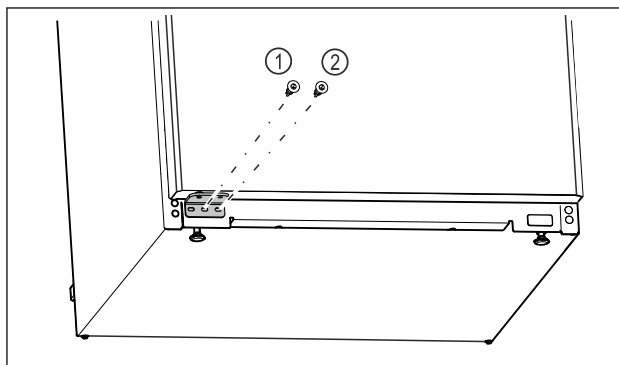

Fig. 21
- Utáhněte prostřední šroub stojanu ložiska Fig. 21 (1) šroubovákem Torx 20.
- Utáhněte vnitřní šroub stojanu ložiska Fig. 21 (2) šroubovákem Torx 20.